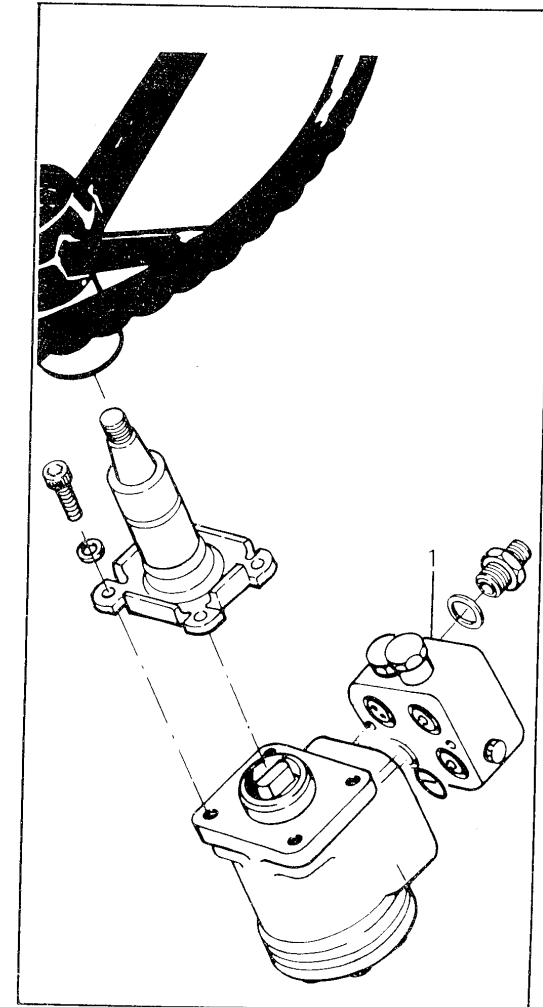

Bild 26 - Fig. 26
- b. Sich vergewissern, dass das Manometer einen Druck von $80-90 \text{ kg/cm}^2$ anzeigt. Sollte dies nicht der Fall sein, das Hydroführungsventil (Bild 26, Detail 1) zweckmässig einstellen, wobei die Einstellschraube an- oder abgeschraubt wird, nach Entfernung der Schutzkappe.
- b. Make sure that the pressure gauge reading is $80 \text{ to } 90 \text{ kg/sq.cm}$. If reading is different, adjust the setting value through valve (fig. 26, part 1) of the hydraulic power unit. This is done by removing valve cap and screwing on or off the adjusting screw.
- b. Contrôler que le manomètre indique une pression de $80 \text{ à } 90 \text{ Atm}$. Dans le cas contraire, agir sur la vanne (fig. 26, détail 1) de direction hydraulique en vissant ou en desserrant la vis de réglage après avoir enlevé le chapeau.